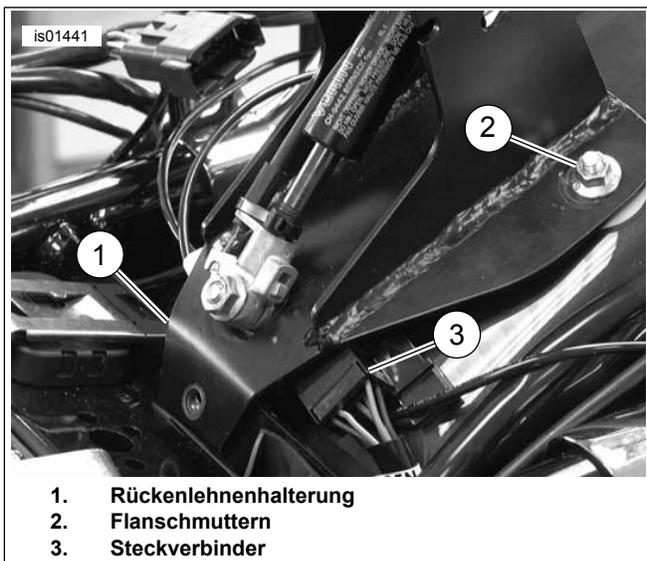

Abbildung 6. Befestigung der Rückenlehnenhalterung mit Flanschmutter und Schraube
3. Siehe Abbildung 6 . Schieben Sie den elektrischen Steckverbinder (3) zur Seite, damit die Halterung nicht mit ihm in Kontakt kommt.